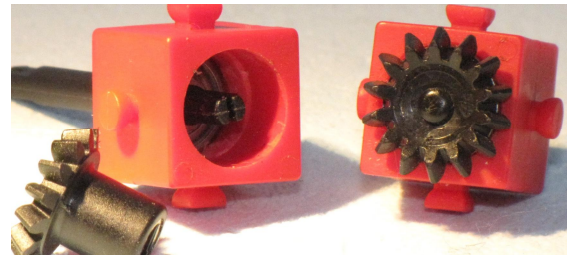

Abb. 14
- Links: Die Schneckenmutter ist keine mehr, das Differentialrad 137196 passt sauber hinein. Rechts: Diese Schneckenmutter ist unverändert; das Differential-Antriebsrad 31414 ist von hinten plan gedreht und liegt flach auf dem Kugellager auf (Abb. 14).